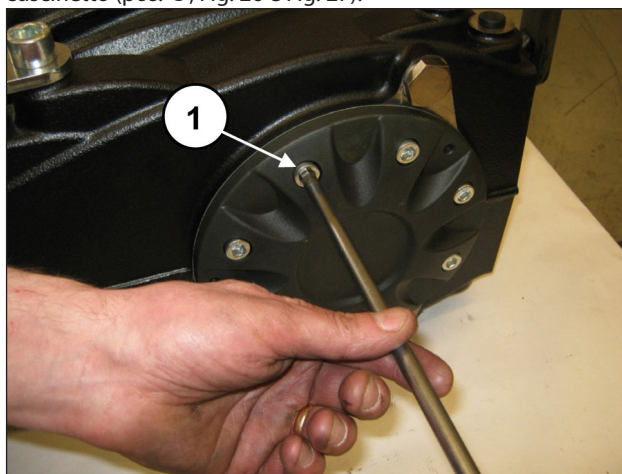
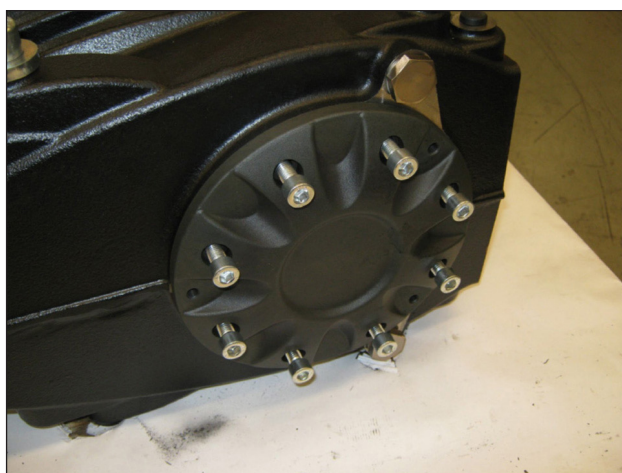

Fig. 26
Fig. 27
Dalla parte opposta svitare le viti di fissaggio coperchio cuscinetto (pos. ①, Fig. 26 e Fig. 27).